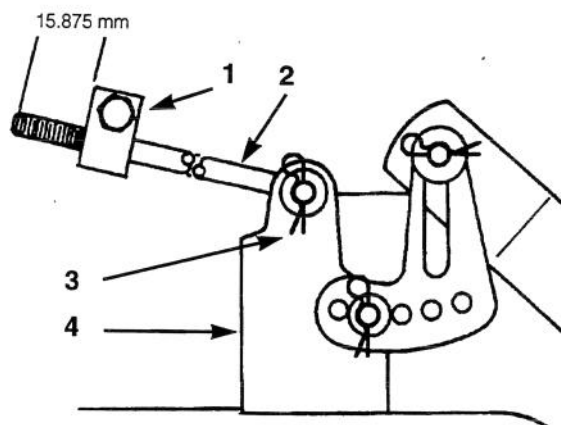

Figure 51
6. Mesurer la portion de tige dépassant du bloc de réglage de chaque côté du châssis (Fig. 51). Si la longueur de la tige n'est pas égale à 15,875 mm, déposer la goupille et la rondelle à l'extrémité de la tige (Fig. 51) et tourner la tige jusqu'à ce que cette dimension soit obtenue. Insérer ensuite l'extrémité de la tige dans le trou du support de la tondeuse et la fixer au moyen de la rondelle et de la goupille. Répéter cette procédure de l'autre côté de la tondeuse.